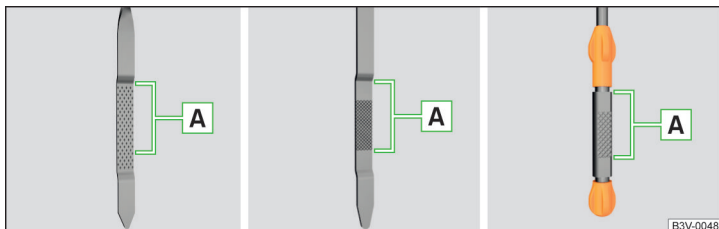

Fig. 233 Variante de joje de ulei
Nivelul de ulei trebuie să se situeze în zona » fig. 233. Dacă nivelul de ulei este sub zona , completați ulei.
- Nivelul uleiului nu trebuie să fie în niciun caz în afara zonei » fig. 233 - în caz contrar există pericolul deteriorării motorului, precum și a instalației de evacuare a gazelor arse.